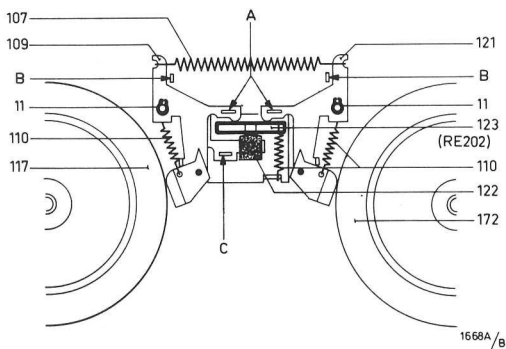

Fig. 10
Einstellung der Bremsmagneten und der Bremsen (Fig. 10,11)
- Bei erregtem Magneten soll der Abstand zwischen den Bremsschuhen an den Bügeln 109 und 121 und den Spulentellern 0,6-0,7 mm sein. Einstellen durch Biegen der Zungen A. Es soll darauf geachtet werden, dass der Abstand links und rechts gleich ist (Fig. 10).
- Bei umgekippten Bremsschuhen (runde Kante der Bremsschuhe gegen die Spulenteller) soll der Abstand zwischen dem Magnetanker und den Bremsbügeln (109 und 121) 0,3 bis 0,4 mm sein. Einstellen durch Biegen der Zunge C (Fig. 10).
Einstellen durch Kürzen der Feder 107 (Fig. 10) oder durch Dehnen oder aber durch Ersatz derselben.